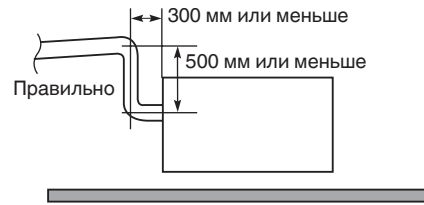

Рис. 3-11
- Если необходимо увеличить высоту дренажной трубы, секцию непосредственно после порта можно поднять максимум на 500 мм. Не поднимайте ее выше 500 мм, так как это может привести к утечке воды. (Рис. 3-11)